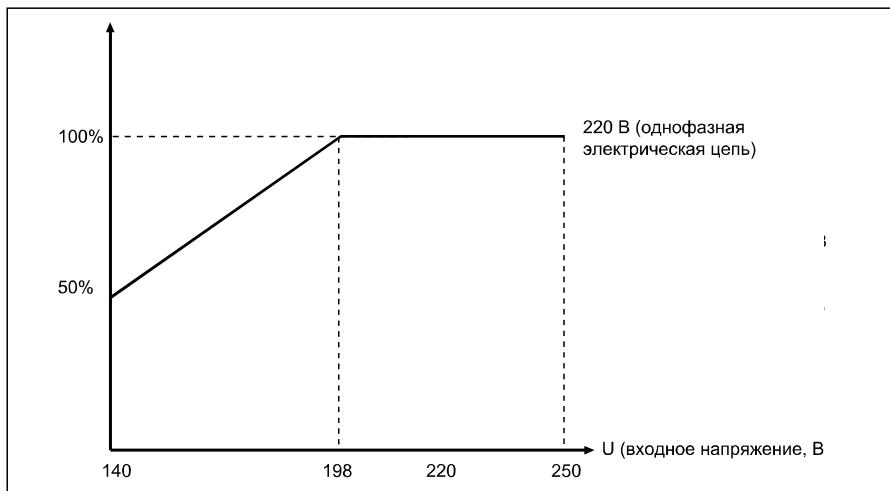

Рисунок 1
2. Включите регулятор напряжения с помощью “Размыкатель цепи” (1). На вольтметре выходного напряжения (5) регулятора напряжения должен отображаться отсчет 220 В. Только после того, как вы убедитесь в том, что напряжение является нормальным, вы можете включить оборудование, подключенное к регулятору напряжения.
3. Если напряжение сети ниже 198 В (см. рисунок 1): используйте это напряжение со снижением мощности в соответствии с кривой выходной мощности.
5. Если регулятор напряжения должен быть выключен, то сначала необходимо выключить присоединенное к нему оборудование с помощью выключателя питания оборудования, а затем выключить регулятор напряжения с помощью “Размыкатель цепи” (1). Не используйте выключатель питания регулятора в качестве выключателя оборудования.
7. Если переключатель “Переключатель времени задержки” (2) находится в “выпуклом” положении, устройство находится в режиме длительной задержки. При подаче питания загорается индикатор “Нормальная работа” (индикатор нормального режима работы), индикатор “отложить” (индикатор задержки) гаснет через 5 ± 2 мин, далее на выходе устройства появляется напряжение. Если устройство находится в состоянии защиты от повышенного или пониженного напряжения, тогда также потребуется 5 ± 2 мин, пока не погаснет индикатор “отложить” (индикатор задержки) в режиме длительной задержки. Затем на выходе устройства снова появится напряжение. (смотрите рисунок справа).